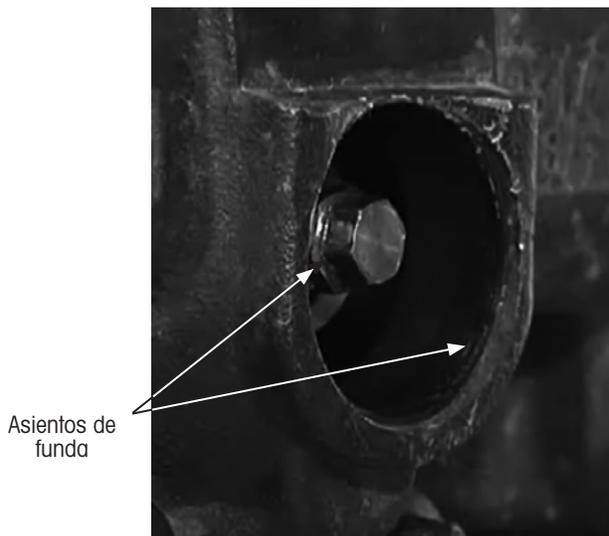

Figura 81: *Inspección del ajustador*
4. **Limpe** el asiento de la funda del ajustador del caliper de freno (Figura 81).